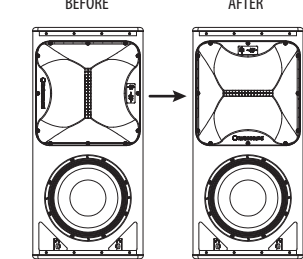

Fig. 6
13. Vérifiez tous les composants et confirmez que l'orientation du klaxon est correcte (fig 6).